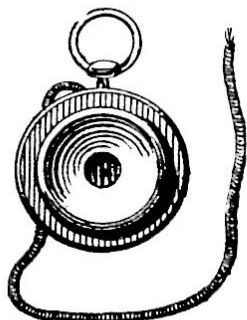

Fig. 67. — Téléphone récepteur forme montre (avec son cordon).
- 2° Un récepteur téléphonique (*fig. 67*);